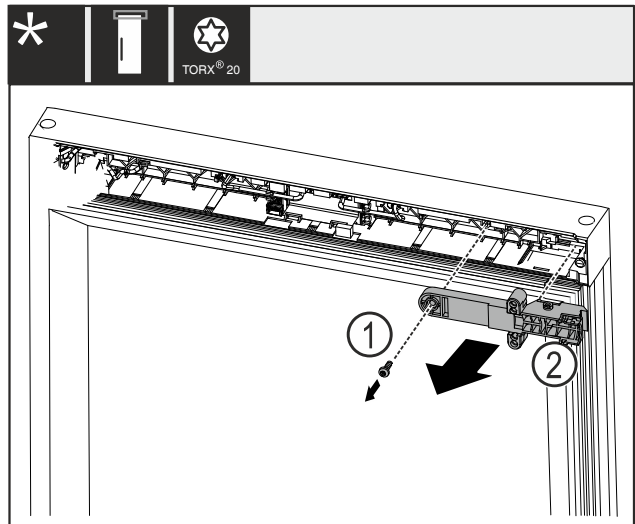

Fig. 21
- Retire el tornillo Fig. 21 (1).
- Retire la pieza de retención del candado Fig. 21 (2).